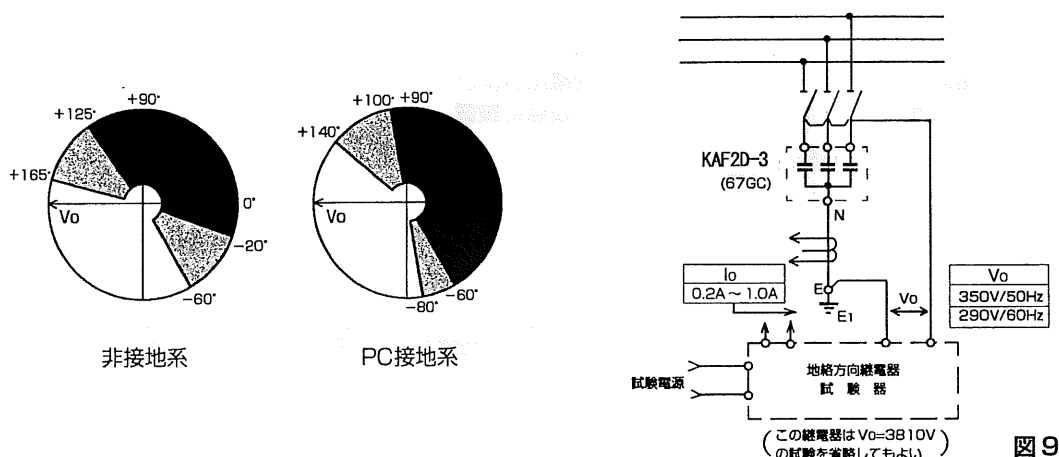

図 9
2. 零相基準入力装置の高圧側端子に図9に示す方法で基準入力電圧 (V_0)を印加して位相特性試験を行なう場合は、 I_c と V_0 の位相角度に 90° の違いがあります。位相特性は下図のようになります。